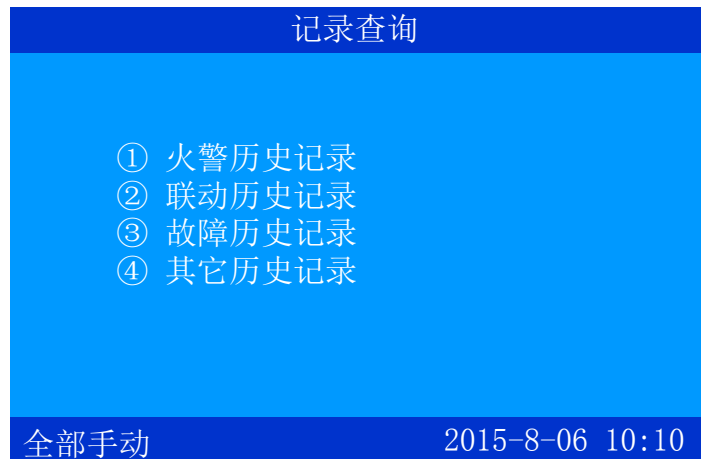
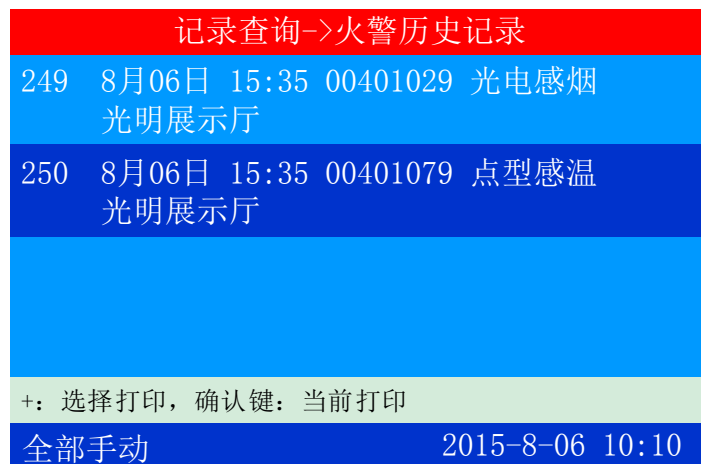
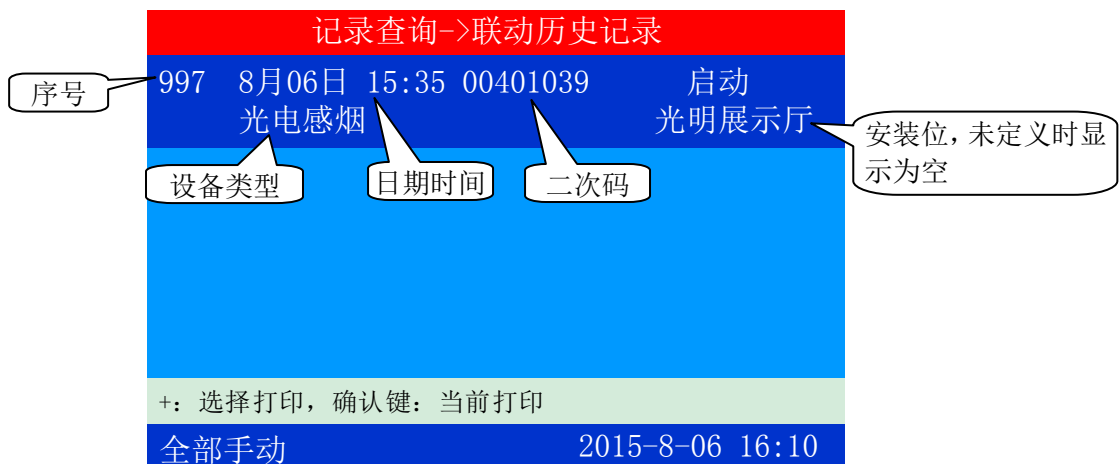

图 4-11
图 4-12
图 4-13
进入记录查询菜单，如图 4-11 所示，选项①-④为历史记录选项，分别是：火警历史记录（图 4-12）、联动历史记录（图 4-13）、故障历史记录(图 4-14)和其它历史记录(图 4-15)。各容量均达 999 条。选中条目后将出现各自的显示界面，其界面相同，均含有“记录总数、编号、二次码、类型、时间”五项内容，只不过类型的具体含义各有不同（见图 4-13 所示）。